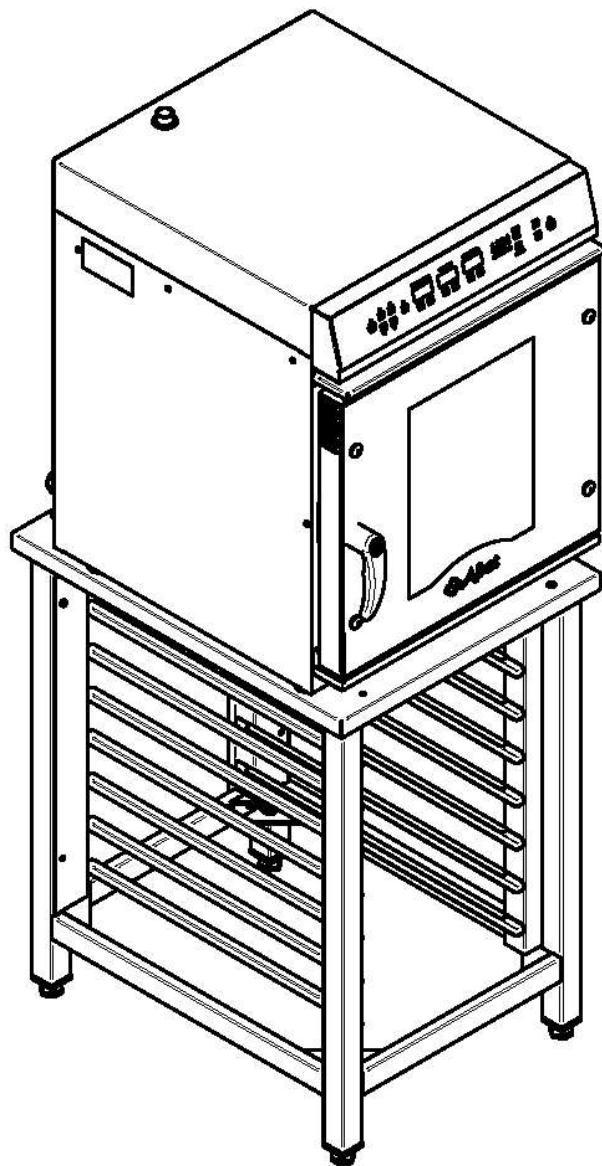

Рис.5. Пароконвектомат установленный на подставку ПК-6-23.
- установите пароконвектомат на стол или подставку (см. рис.5) ПК-6-23 ( завод изготовитель АО «Чувашторгтехника» г. Чебоксары, код для заказа 11000160517);